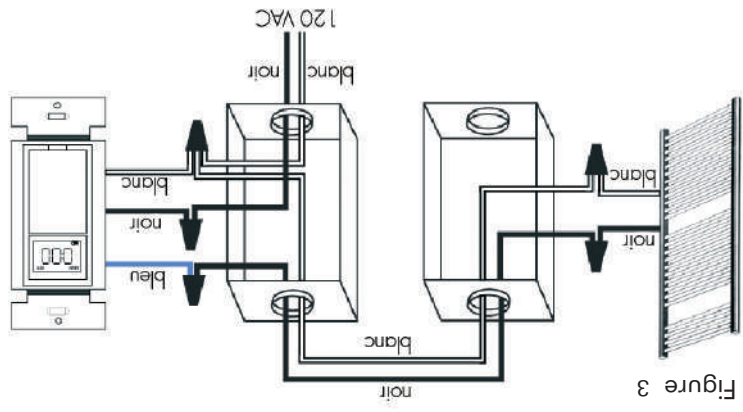

Figure 3
Rough-in Requirements (see figure 3)
2. Complete all electrical connections as shown in figure 3.
Exigences générales (voir figure 3)
2. Effectuez toutes les connexions électriques comme indiqué à la figure 3.